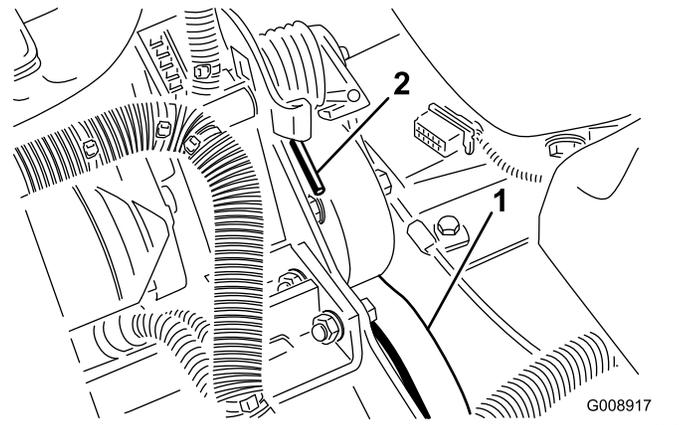

图72
2. 上下按动弹簧的端部 (图72) 将其从支架上解开释放弹簧上的张力。